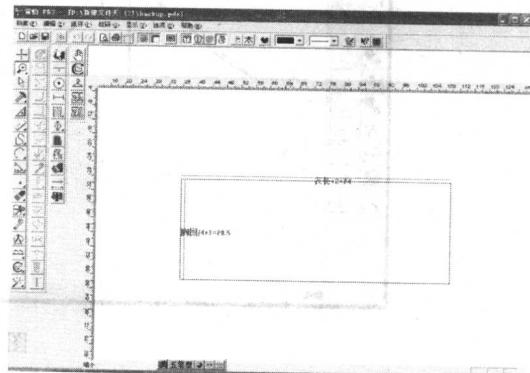

图 1-1-2
- 绘制矩形水平线段为衣长 + 2，垂直线段为胸围 / 4 + 1，标注以红色显示，完成结果如图 1-1-2 所示。